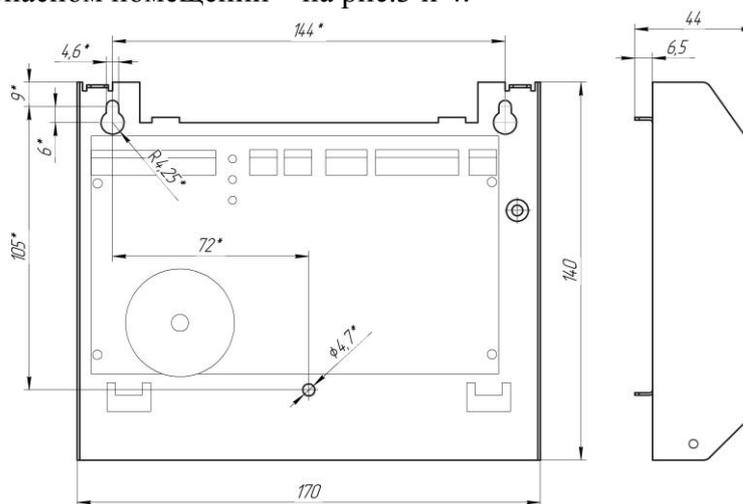
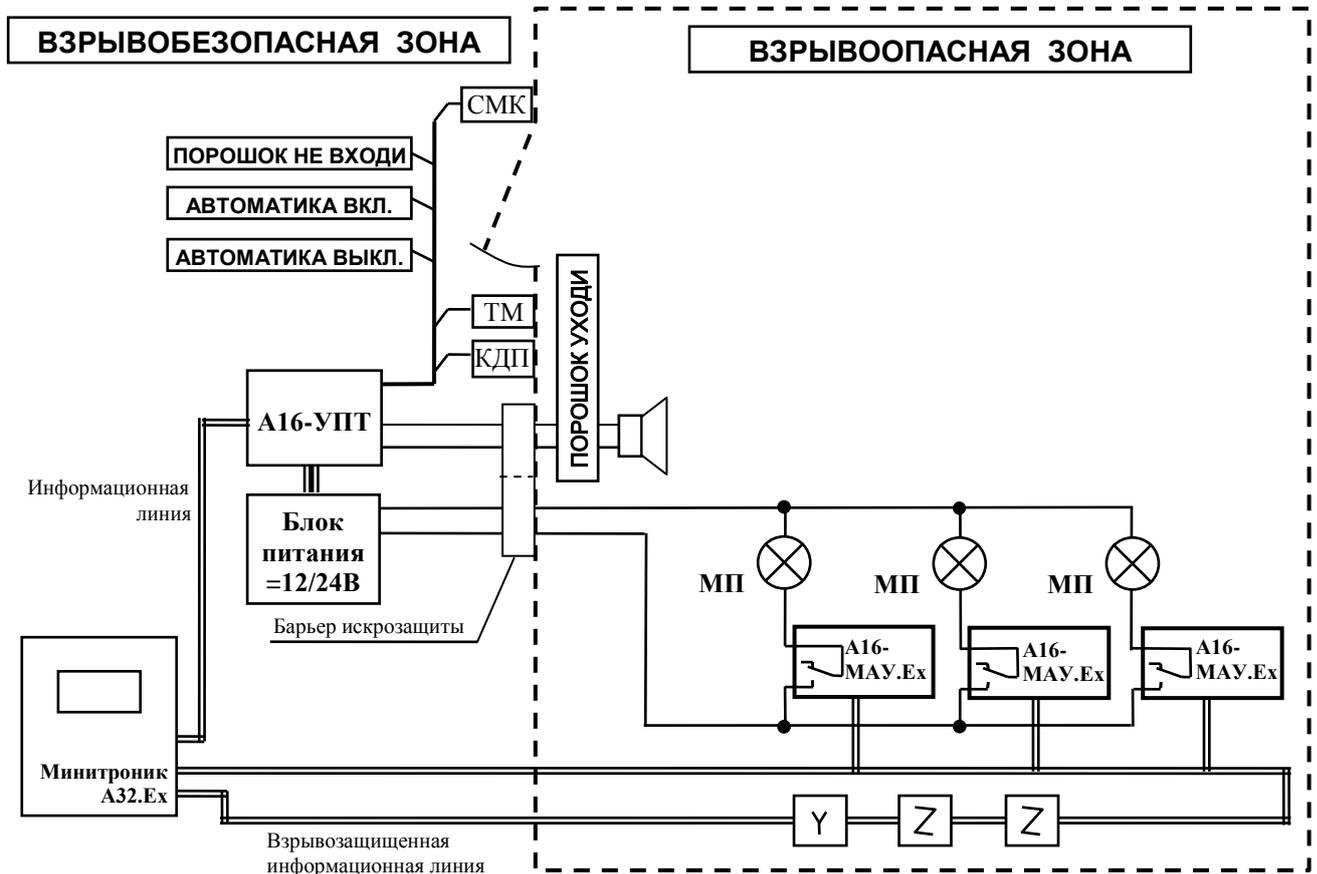

Рис.2. Габаритные и установочные размеры модуля УПТ.
Рис.3. Размещение оборудования во взрывоопасном помещении, расположенном внутри взрывобезопасной зоны.
6.1.1. Габаритные и установочные размеры модуля показаны на рис.2, размещение оборудования во взрывоопасном помещении – на рис.3 и 4.
Следует различать два основных варианта оборудования взрывоопасных помещений средствами автоматического пожаротушения. В первом случае, показанном на рис.3, оборудованию подлежит взрывоопасное помещение, расположенное внутри взрывобезопасной зоны, либо граничащее с ней. При этом допускается применение модуля А16-УПТ в общепромышленном исполнении.
Внутри взрывоопасного помещения устанавливают пожарные извещатели и табло «Порошок уходи». Модуль порошкового, аэрозольного, газового пожаротушения подключают к шлейфу управления УПТ в соответствии с его Руководством по эксплуатации. При необходимости управления несколькими модулями пожаротушения рекомендуется подключить их с помощью адресных модулей А16-МАУ.Ех или А16-УОП.Ех, как показано на рис.3.
Пожарные извещатели, модули А16-МАУ.Ех и модуль А16-УПТ программно привязывают к одному пожарному ШС прибора «Минитроник А32.Ех», что обеспечивает совместный режим их работы. Модули А16-МАУ.Ех программируют на срабатывание по команде «Пуск», в импульсном режиме. В связи с ограничением тока, протекающего через барьер искрозащиты, при питании модулей от одного барьера, как показано на рис.3, рекомендуется производить веерный пуск модулей А16-МАУ.Ех, установив различные задержки их включения.